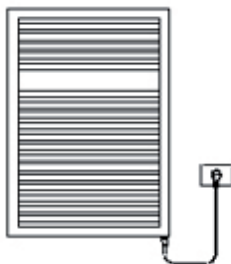

Fig. 2b
- Esempio di corretta installazione dello scalda salviette con il POSEIDONE (Fig. 2b).